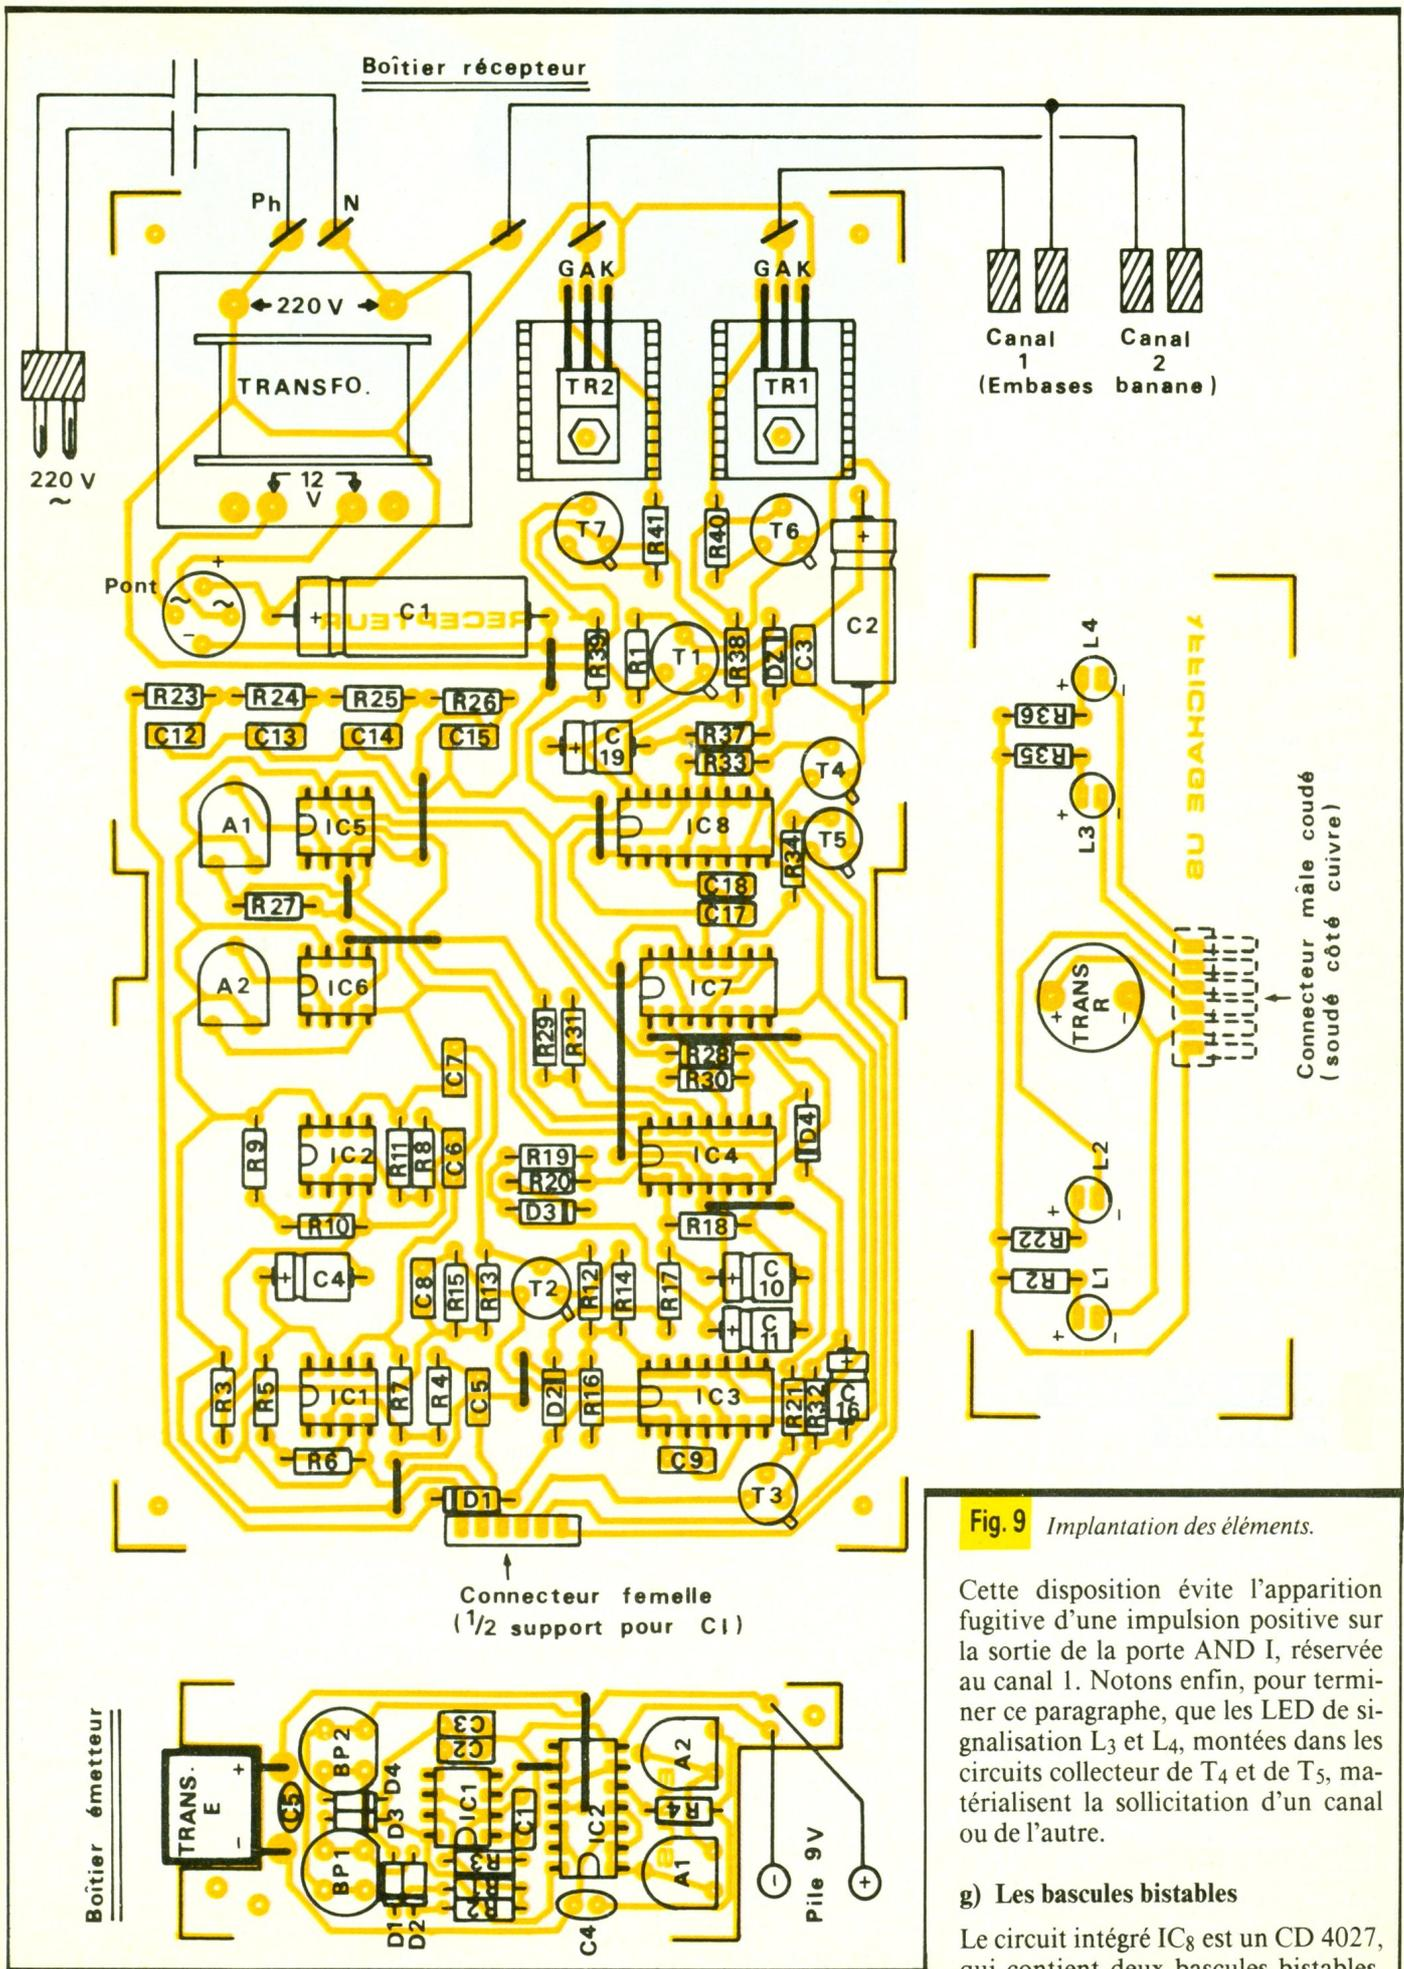

Fig. 9 Implantation des éléments.
b) Implantation des composants (fig. 9)